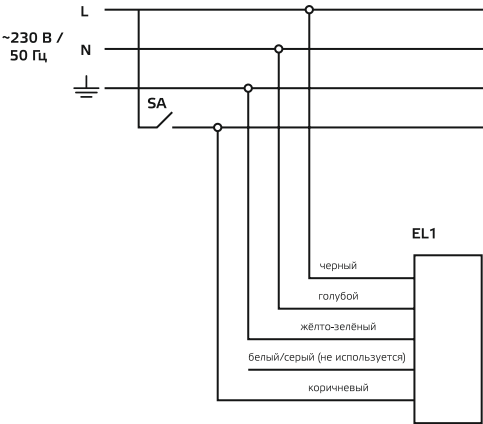

Рис. 1. Схема подключения светодиодного светильника.
- Электрическое подключение светильника осуществляется через клеммную колодку, установленную на внутренней поверхности корпуса светильника в соответствии со схемой (рис.1). Подключите сетевой провод к контактам клеммной колодки светильника строго в соответствии с маркировкой: N-нейтраль, L-фаза, заземление. Сечение проводников кабеля должно быть не более 2,5 мм²;